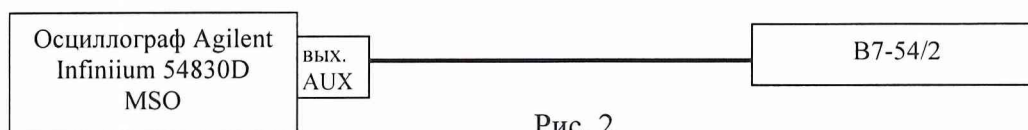

Рис. 2.
6.3.1.1 Собрать измерительную схему в соответствии с рис. 2.